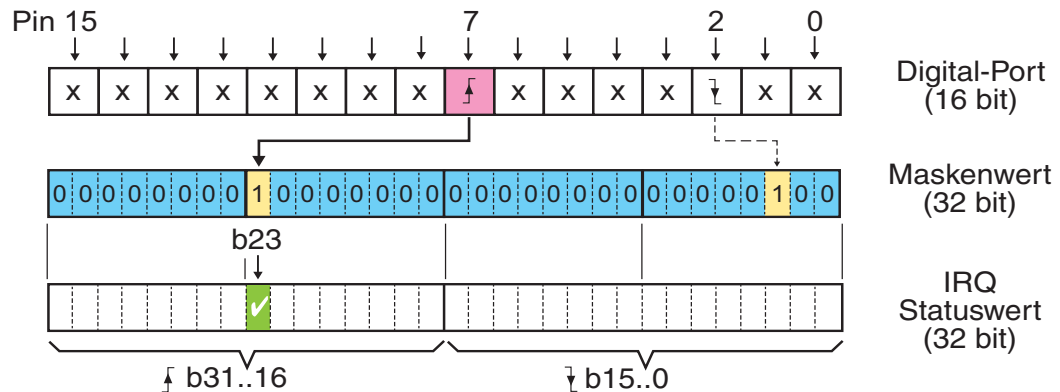

Abb. 14: Bitmuster-Änderung
kierten Bit ändert (0 → 1 oder 1 → 0), wird ein Interrupt ausgelöst (siehe Abb. 14 auf Seite 34).
**Beispiel** (siehe Abb. 14):